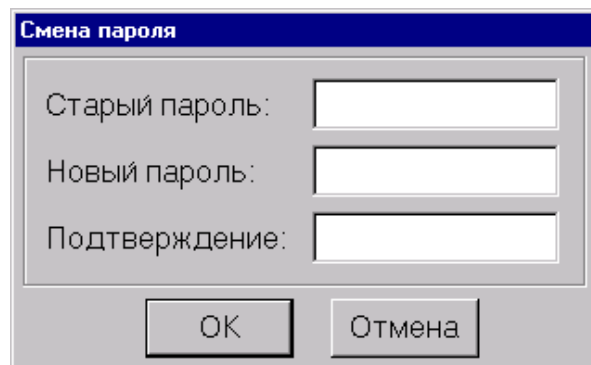

Рис. 6.2
- Для ввода нового пароля необходимо предварительно зарегистрироваться в системе, затем нажать кнопку «Изменить пароль». В открывшемся окне (Рис. 6.2) ввести старый и новый пароль, подтвердить новый пароль повторным вводом и нажать «ОК».